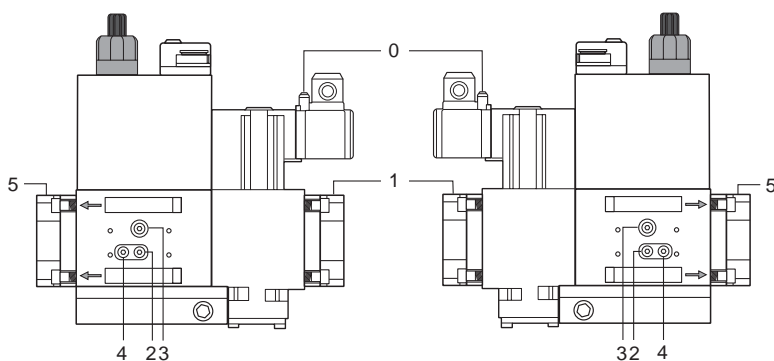

Рис. 24
- Почистите и проверьте патрон газового фильтра, в случае необходимости замените его (Рис. 24).